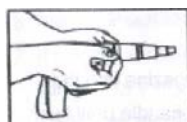
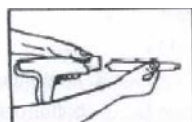

Рис.1
Рис.2
9.1. Отогнуть назад и вверх кольцевую пружину. Извлечь стопор и вытащить втулку ударника, ударник и наконечник с направляющей крепежа одновременно (см. рис.1 и рис.2).